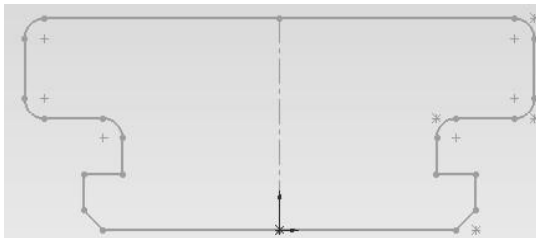

Рисунок 1.4 – Ескіз завдання фаски
- задати фаску одним із представлених способів, наприклад, фаску з рівними відстанями, катети якої дорівнюють 5 мм. Фаску встановити на заданих відрізках деталі (рис. 1.4);